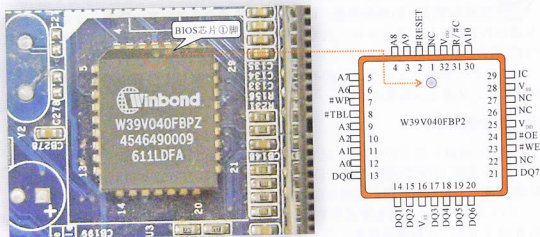

图14-6 BIOS芯片及引脚功能
(1) 昂达 N61GT 主板主要采用 W39V040FBP2 型 BIOS 芯片,该芯片采用 DIP 封装形式,共有 32 个引脚,在检测过程中。应了解各引脚的功能,根据集成电路上标识的具体型号找到相关引脚功能图,并参照图中标识进行实际检测,其引脚功能可参照图 14-6 所示。